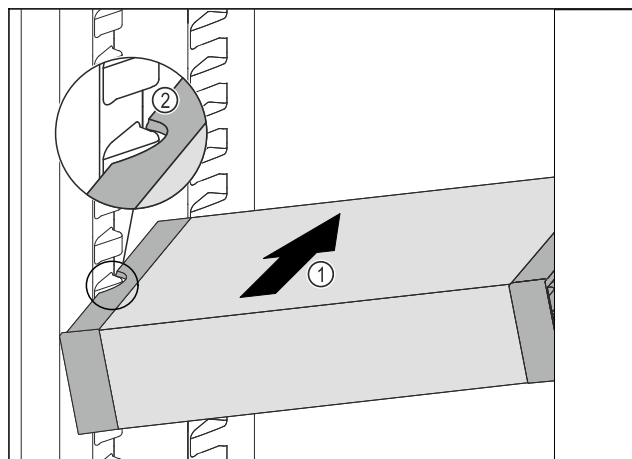

Fig. 139
- VarioSafe schuin in het koelgedeelte schuiven Fig. 139 (1), tot de uitsparingen aan de zijkant Fig. 139 (2) van de VarioSafe op de hoogte van de rib in het koelgedeelte zitten.